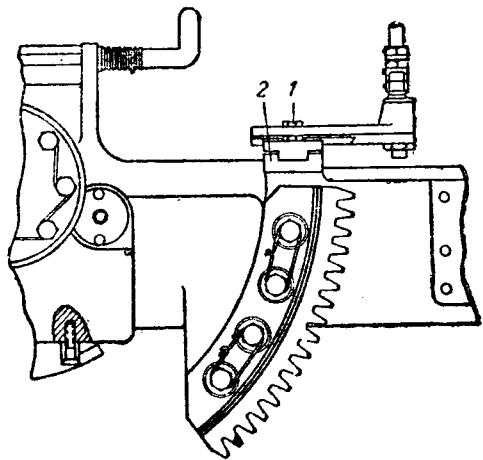

Рис. 1. Общий вид державки телескопического прицела:
- а) ослабить стопорный болт 1 поперечного ползуна (рис. 1) и легким постукиванием деревянной колотушкой передвигать поперечный ползун до тех пор, пока вертикальная нить перекрестия не совместится с точкой наводки;
в) закрепить поперечный ползун 2 (рис. 1) стопорным болтом, а державку телескопа гайками, наблюдая при этом, чтобы перекрестие прицела не сбилось с точки наводки.